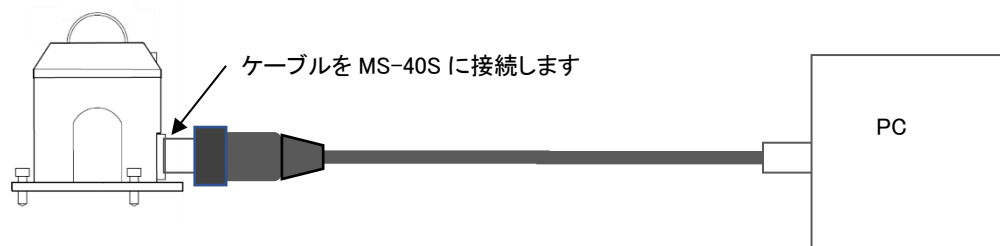

図 A3-2. 「EKO コンバータケーブル」の使用 (オプション)
- 4) オプション品の EKO コンバータケーブルを使用すると、ケーブルのコネクタを本体に差し込むだけで簡単に設置できます。MS-40S の電源は USB 経由で供給できます。(図 A3-2 を参照)。